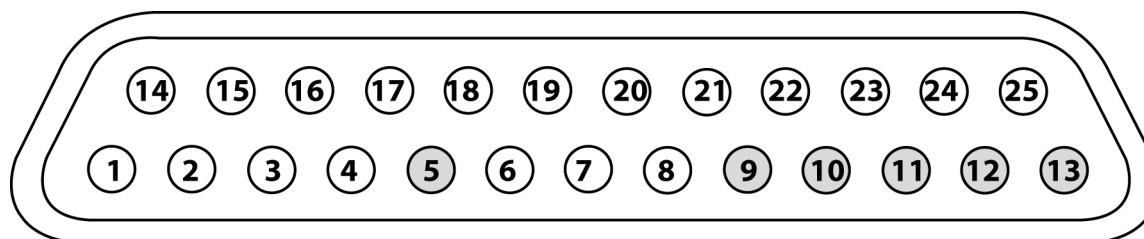

図 2-34: アナログアース用ピン
- マスタ人工呼吸器のアナログアースをスレーブ人工呼吸器のアナログアースにつなぎます（図 2-34）。